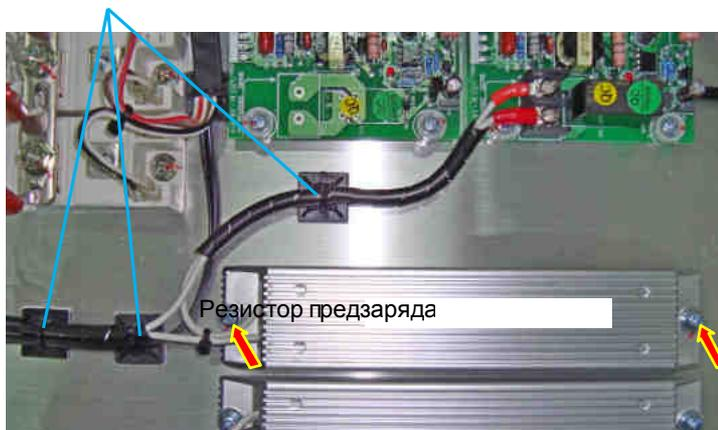

Рис. 7.8.
7.4.5. Установить резистор предзаряда на радиатор, закрепив двумя винтами (рис. 7.8, красные стрелки). Провода от резистора предзаряда закрепить стяжками.